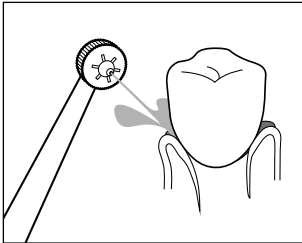
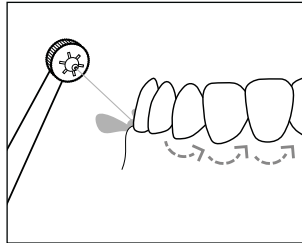

Fig. 8
Fig. 9
- ◆ For at rense tænderne skal du rette vandstrålen mod tændernes mellemrum og kanter. Hold børstehovedet **2**, så vandstrålen kan skylle madresterne væk fra tandkødet (se fig. 8). Bevæg børstehovedet **2** langsomt langs kanten af tænderne fra mellemrum til mellemrum (se fig. 9). Rens tænderne på både indersiden og ydersiden på denne måde.